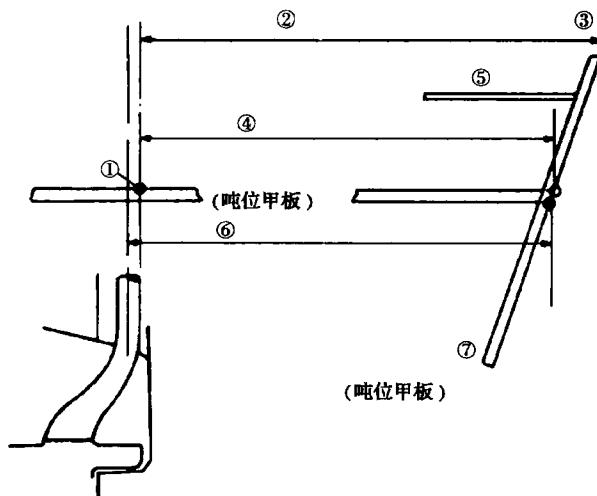

图 1.2 登记船长(L)
- 3) 登记船长 L : registered length(见图 1.2)